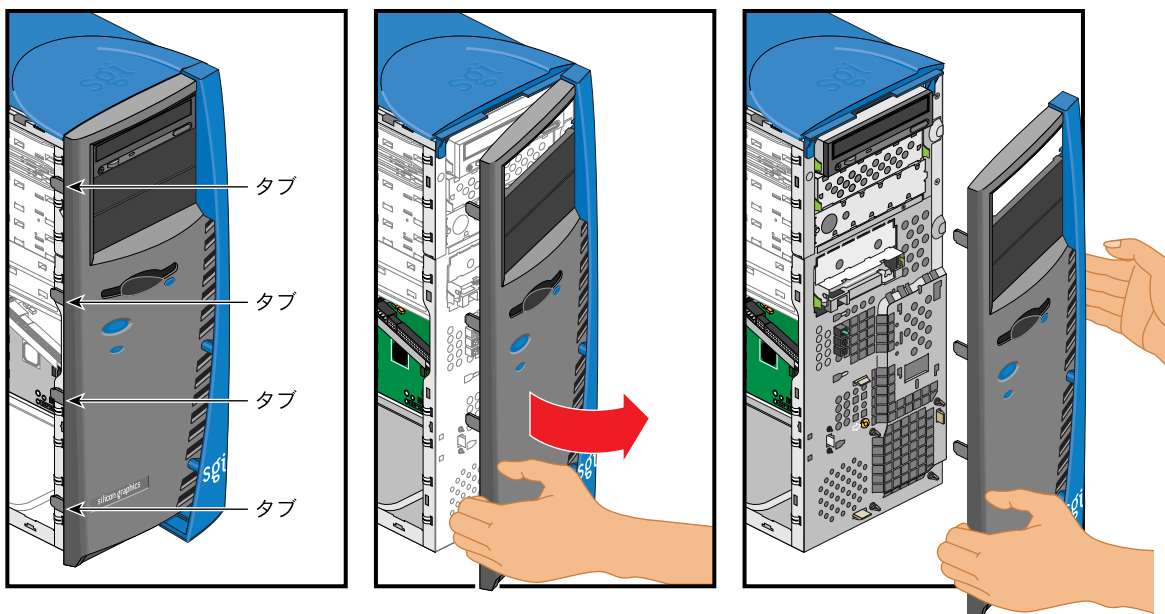

図2-2 ベゼルの取り外し
- b. ベゼル側部の4個のタブをそっと本体から持ち上げながら、同時にベゼルの引っ張ってシステムから離します。図2-2に、その手順を示します。